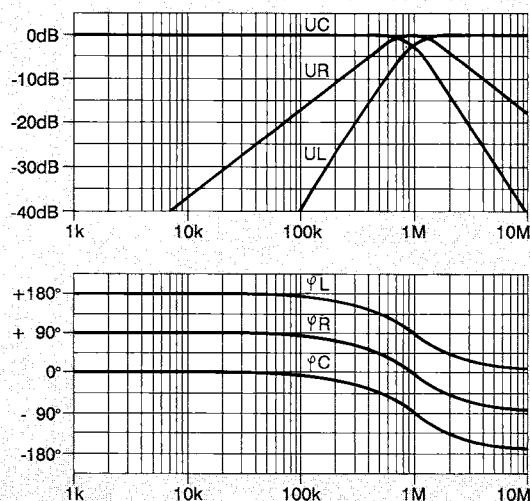

Bild 1: Amplitude und Phase der Komponenten im Serienschwingkreis.
Zur Erläuterung der Funktionsweise des Equalizers muss kurz etwas Filtertheorie betrieben werden. Ein Serienschwingkreis besteht aus 3 Elementen, nämlich einer Induktivität (L), einer Kapazität (C) und einem Widerstand (R). Wenn ein Signal auf einen Serienschwingkreis gegeben wird, entsteht an jedem der Elemente ein frequenzabhängiger Spannungsabfall. Aus Bild 1 ist ersichtlich, dass die Spannung über der Kapazität (UC) ein Tiefpass, die Spannung über dem Widerstand (UR) ein Bandpass und die Spannung über der Induktivität (UL) ein Hochpass darstellt.